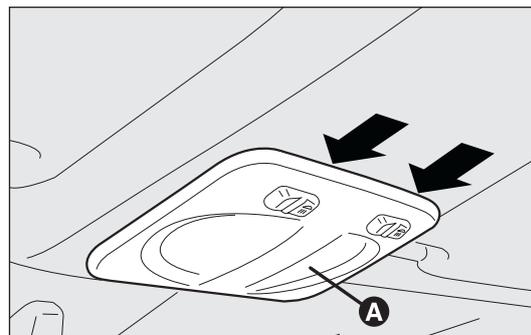

fig. 175
- agire nei punti indicati dalle frecce e rimuovere la plafoniera A-fig. 175;
- richiudere lo sportellino B e fissare la plafoniera A-fig. 175 nel proprio alloggiamento accertandosi dell'avvenuto bloccaggio.